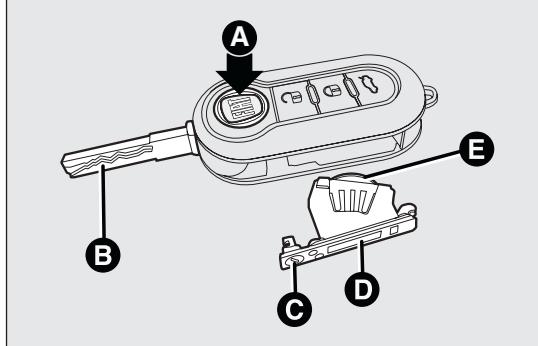

Abb. 5
- Die Taste A Abb. 5 drücken und den Metalleinsatz B Abb. 5 in Ausklappposition bringen;
- Die Schraube C Abb. 5 mit einem kleinen Schraubenzieher auf  drehen;
- Das Batteriefach D Abb. 5 herausnehmen und die Batterie E Abb. 5 unter Beachtung der Polarität ersetzen;